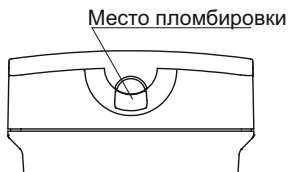

Рисунок 10. Место пломбировки извещателя
7. Закрыть защитную крышку и опломбировать ее (см. рисунок 10).